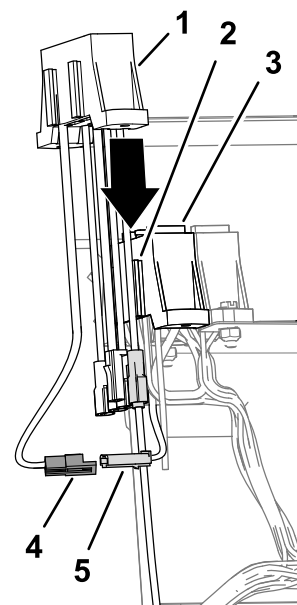

図 23
2. 車両用ヒューズブロックの補助フィード線用の2ピンコネクタを、補助ヒューズブロックのフィード線の2口コネクタに接続する 図 23。
3. 補助ヒューズブロックのスロットを、車両用ヒューズブロックの取り付けフランジに合わせる 図 23。